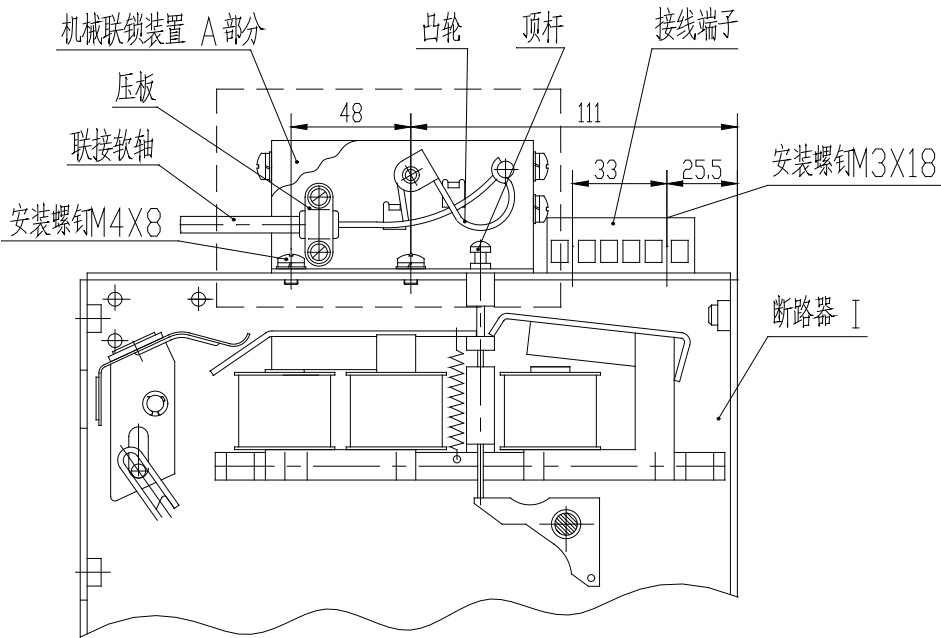

图 1
2.1 安装：一套机械联锁装置可分为二部分——A、B；A部分主要由凸轮和顶杆组成，装在断路器右侧板顶端，如图1所示。
- 3.2 加装机械联锁装置后，原接线端子改用AZ4-1006型接线端子，用2只M3x18螺钉加弹垫和平垫，固定在如图1所示位置上（除用户自行安装整套联锁装置，一般出厂时已改装好）。